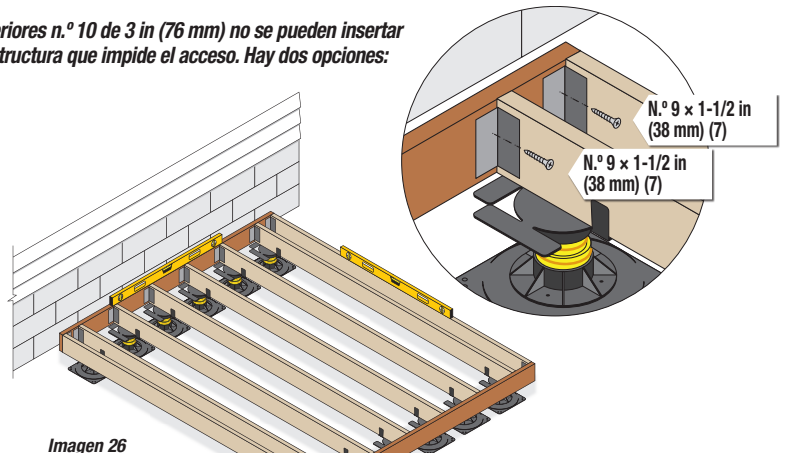

Imagen 26
1. Utilice ángulos de encuadre adicionales en un lado de la tabla de vigueta para fijar las viguetas de plataforma a la vigueta perimetral desde el interior del marco. (Consulte la imagen 26). Se debe utilizar la cantidad adecuada de sujetadores que se indica en las instrucciones, así como asegurarse de que la conexión al ras en el lado superior.